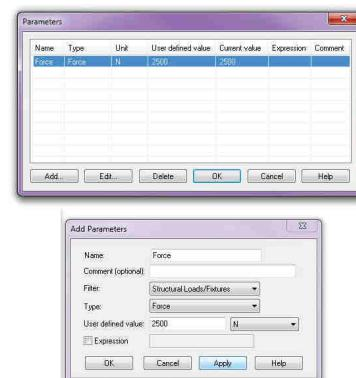

Fig. 9.7
- Click **Insert → Design Study → Parameters**; va fi afișată fereastra **Parameters**, fig. 9.7.
- Click butonul **Add**; va fi afișată fereastra **Add Parameters**, fig. 9.7.
- Click **Insert → Design Study → Parameters**; the **Parameters** window is displayed, fig. 9.7.
- Click **Add Parameters**; the **Add Parameters** window will be displayed, fig. 9.7.